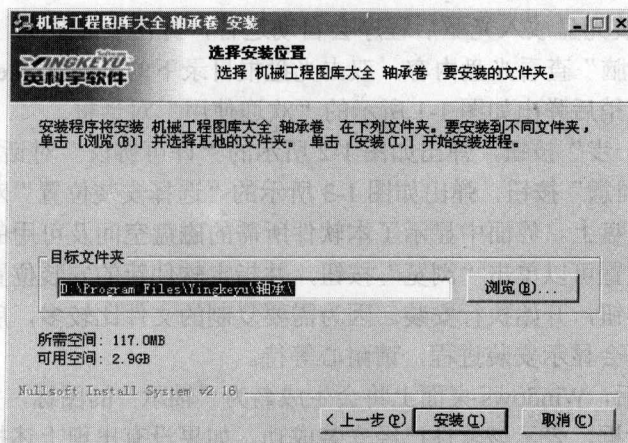

图 1-3 “选择安装位置”对话框
(3) 单击“我同意”按钮, 弹出如图 1-3 所示的“选择安装位置”对话框, 要求用户确定软件安装在哪一个盘上。界面中显示了本软件所需的磁盘空间及可用的磁盘空间。如果要自定义软件的安装位置可以单击“浏览”按钮, 并指定软件新的安装位置。当安装位置确定后, 单击“安装”按钮, 开始执行安装。因为需要复制的文件比较多, 所以需要一些时间。在这个过程中, 屏幕会显示安装进程, 请耐心等待。